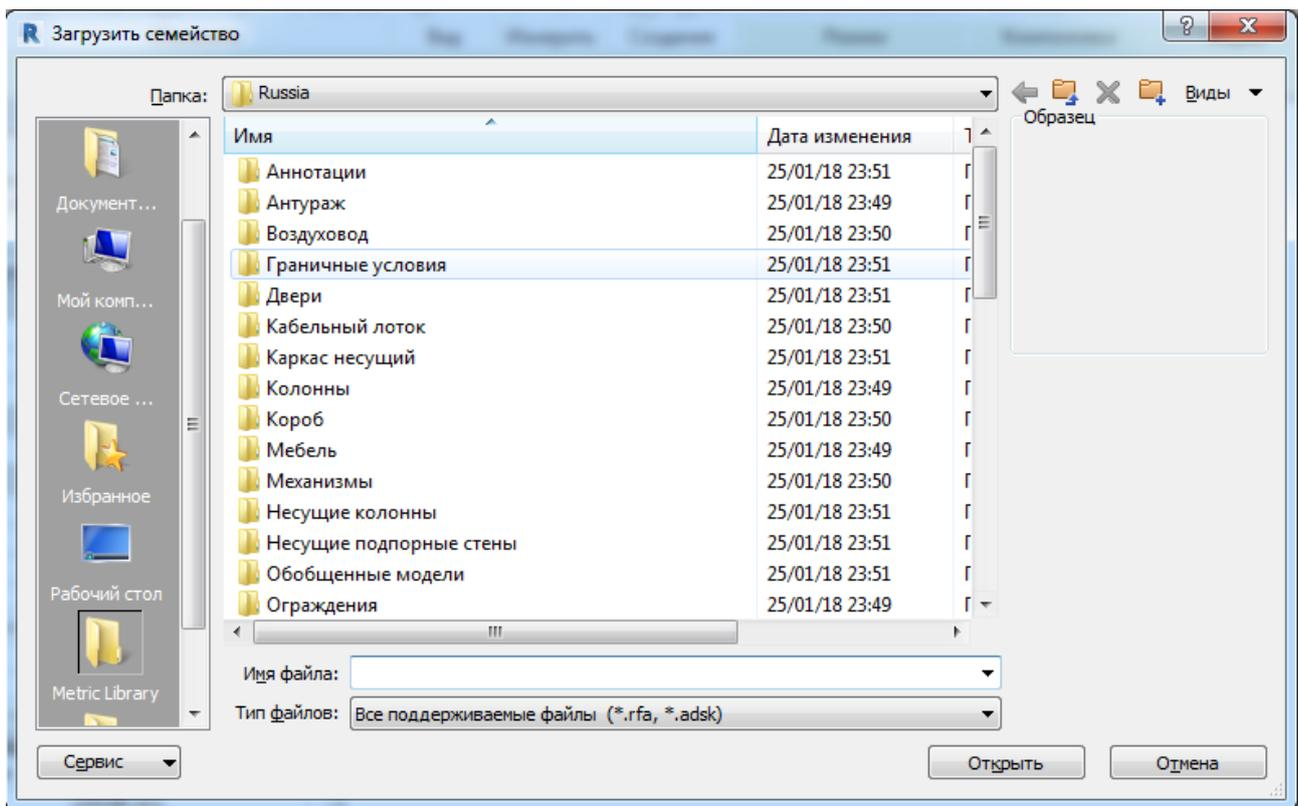

Рисунок 5.9 Диалог открытия файла семейства
5.3. В открывшемся окне диалога открыть файл семейства (рисунок 5.9) в папке «Механизмы» (которая при стандартной установке программы Revit находится по адресу: C:\ProgramData\Autodesk\RVT 2018\Libraries\Russia)-> «MEP» -> «Комп. на стор. возд.» -> «Воздухоприемники»